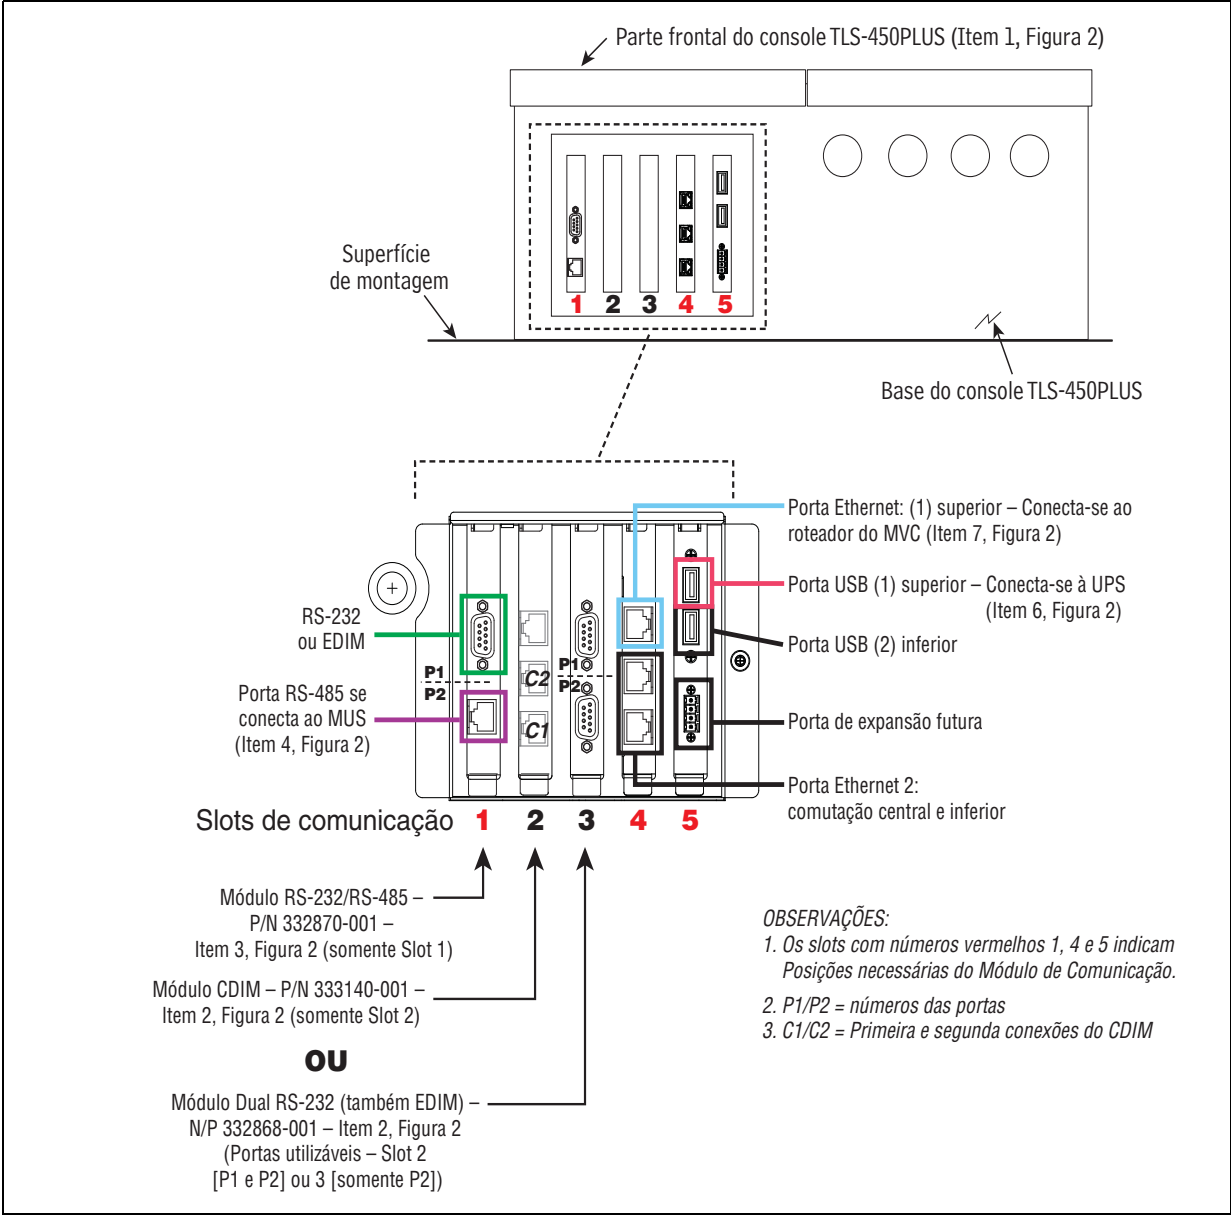
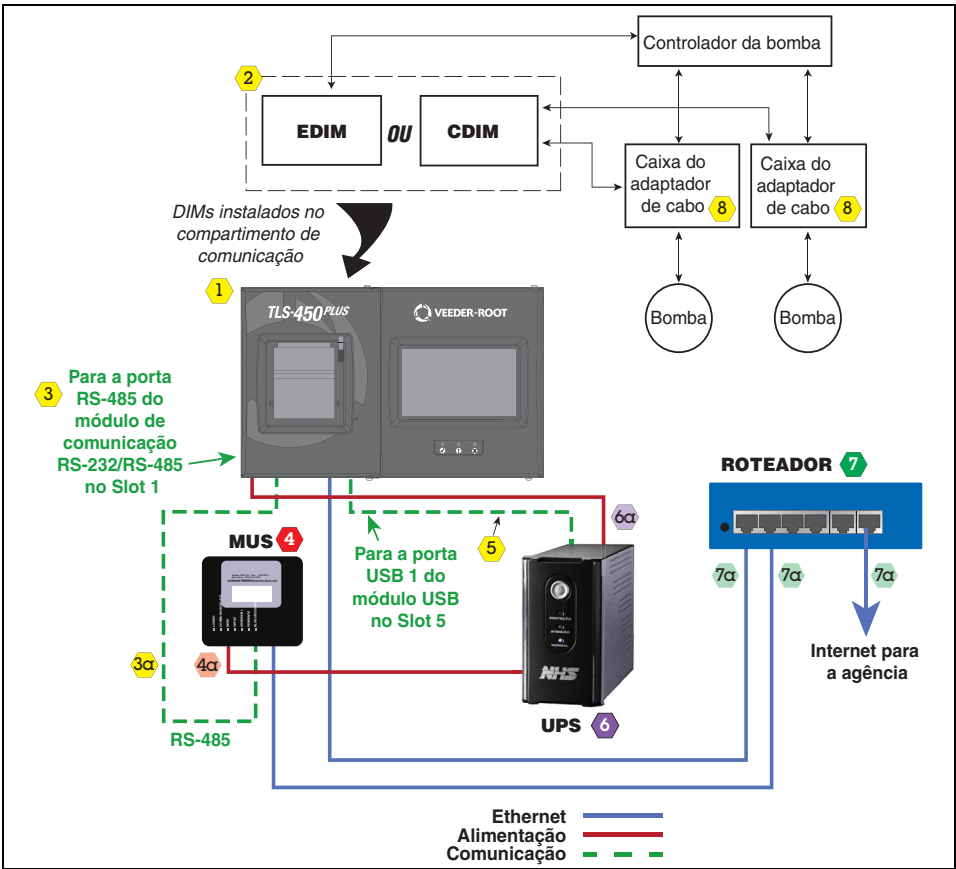

Figura 1. Conexões das portas de comunicação do MVC
Figura 2. Exemplo de diagrama de conexão do MVC
| Figura 1. | Conexões das portas de comunicação do MVC | 3 |
| Figura 2. | Exemplo de diagrama de conexão do MVC | 4 |
A Tabela 1 lista os componentes necessários para a instalação do MVC e a Figura 2 mostra o diagrama de conexões dos componentes.
2. Verifique se o sistema UPS está ligado diretamente ao TLS-450PLUS (Item 6a na Figura 2) e à porta 24 VCC (ref. Item 4 na Tabela 1) do dispositivo do Módulo Único Seguro (MUS) (Item 4a na Figura 2).
3. Conecte o cabo USB (Item 5 na Figura 2) da UPS à porta USB 1 do TLS-450PLUS (ref. Figura 1).
4. Se forem usados CDIM's (Item 2 na Figura 2), instale a(s) caixa(s) do adaptador do cabo (Item 8 na Figura 2) para a funcionalidade BIR entre o concentrador da bomba e o CDIM no TLS-450PLUS – Observação: utilize primeiro a porta posterior do módulo CDIM (ref. C1 na Figura 1) e, em seguida o conector adjacente (C2 na Figura 1).
Caso a comunicação com as bombas seja realizada por EDIMs (Item 2 na Figura 2), acople a conexão RS-232 do concentrador de bomba à porta RS-232 do TLS-450PLUS que será utilizada para a funcionalidade do EDIM (ref. Figura 1) – Observação: consulte a Tabela 2 para portas RS-232 (EDIM) utilizáveis.
6. Verifique se o módulo de comunicação RS-232/RS-485 (Item 3 na Figura 2) está no slot 1 (ref. Figura 1).
7. Conecte o cabo RS-485 (Item 3a na Figura 2) ao módulo de interface RS-485 (ref. Figura 1 e Item 3 na Figura 2) e à porta RS-485 do módulo MUS (ref. Item 4 na Tabela 1).
8. Conecte a porta Ethernet 1 do TLS-450PLUS (ref. Figura 1) ao roteador fornecido pelo cliente com um cabo Cat 5 ou Cat 6 (Item 7a na Figura 2).
9. Conecte o cabo Cat 5 ou Cat 6 (Item 7a na Figura 2) do roteador fornecido pelo cliente (Item 7 na Figura 2) à conexão de rede Ethernet designada no dispositivo MUS (ref. Item 4 na Tabela 1).